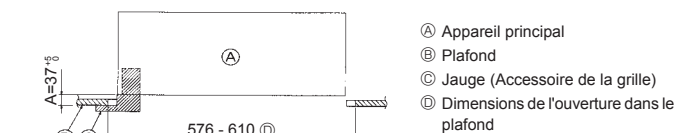

Fig. 2-6
3. Lorsque l'appareil principal ne peut pas être aligné contre l'orifice de montage au plafond, il est possible de le régler par une fente prévue sur la plaque de montage. (Fig. 2-6)